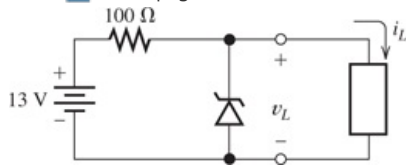

Figure P9.47
***P9.47.** La diode Zener illustrée dans Figure P9.47  a un modèle linéaire par morceaux montré dans Chiffre 9.19  sur la page 473. Tracer la tension de charge v_L par rapport au courant de charge i_L pour i_L allant de 0 à 100 mA.